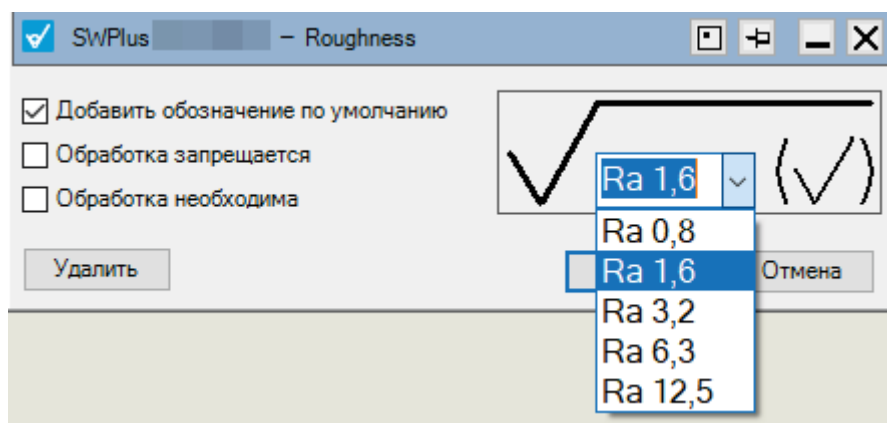

Рис. 50 – Выбор значений неровностей из списка
3. Выберите из выпадающего списка значение неровностей неуказанной шероховатости, например, **Ra 1,6** (рис. 50).